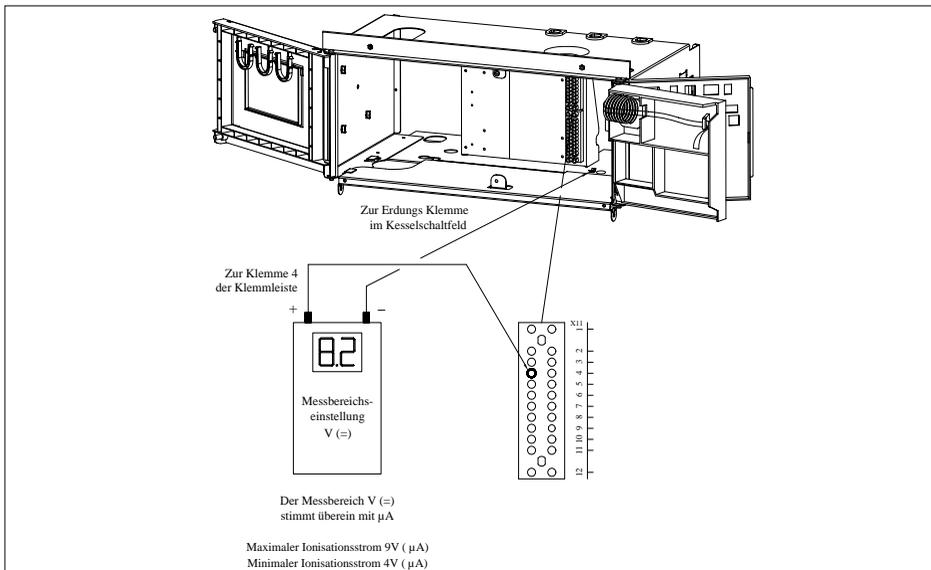

Bild 17 Ionisationsmessung
<p>Flammenbildung, aber keine oder nicht ausreichende (&lt; 4 µA) Ionisation. Messung, siehe Bild 17 Kontrollieren:</p> <ul style="list-style-type: none"> <li>- Flammengeometrie: ist der Flammenkern klar ersichtlich und ist das Flammenbild stabil?</li> <li>- CO2-Einstellung im Voll- und Teillast</li> <li>- Erdung der Zündelektrode</li> <li>- Leckstromkontrolle an den Temperatursensoren (Präsenz von Feuchtigkeit)</li> <li>- Visuelle Kontrolle Zünd-/Ionisationselektrode (evtl. weiße Oxide beseitigen mit z.B. Schmirgelpapier oder Drahtbürste) und Elektrodenabstand soll 3 bis 4 mm betragen.</li> </ul>
5. Kontrolle der Ionisation (mindestens 4  $\mu\text{A}$ , *Hinweis in Bild 17*).